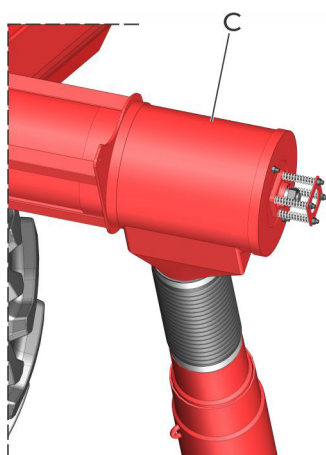
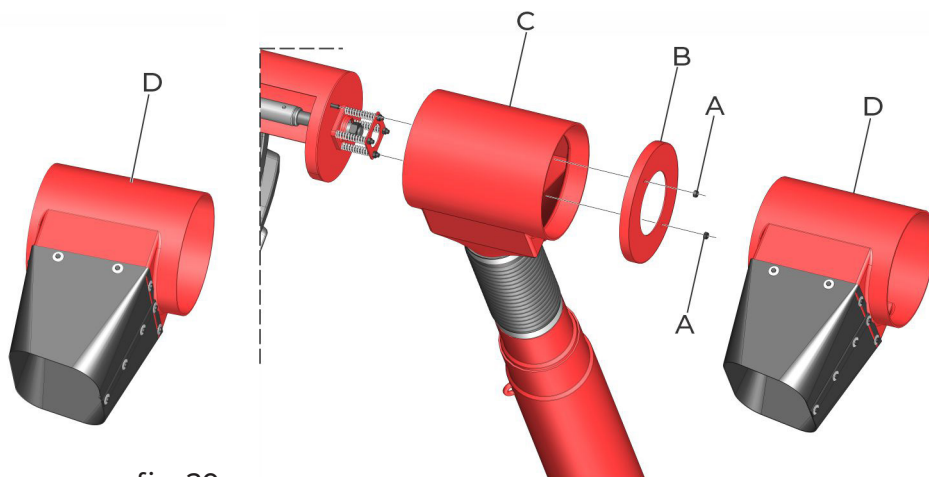

fig. 20
fig. 21
- Retirar las tuercas (A), retirar la brida (B) y el conjunto telescópico direccional (C) (fig. 21); después de realizar este procedimiento, ya se puede incluir la boquilla (D) (fig.20) en el mismo lugar en el que estaba el elemento (C)
(fig. 20), una vez ubicado, se coloca la brida (B) seguida de las tuercas (A), que se enroscan en los tornillos (fig. 22).